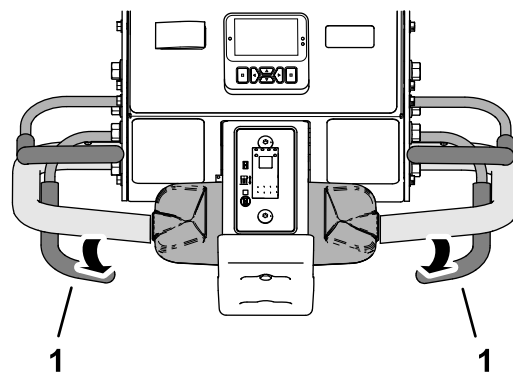

Figura 85
- Quando la ruota anteriore raggiunge il perimetro dell'area di arieggiatura, rilasciate la barra di arieggiatura (Figura 85).